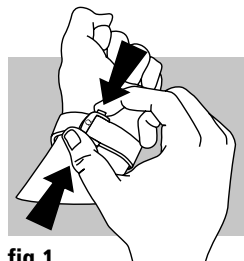
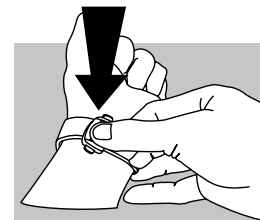

fig.1
fig.2
**Öppning (fig.1):** Tryck på de två tryckknapparna på sidorna av spännet och dra uppåt.
**Stängning (fig.2):** Placera din OMEGA-klocka på handleden och stäng spännet tills du hör ett klick.
**Öppning (fig.1):** Du öppnar spännet genom att trycka in de två tryckknapparna på respektive sida av OMEGA-spännet och dra dem uppåt.
**Stängning:** Placera klockan runt handleden och stäng den vikbara delen av spännet ① 12h. För in änden ② 6h i läderslejfen, och stäng sedan den vikbara delen av spännet 6h tills du hör ett klickljud.
**Längdjustering (fig. 2):** Tryck på tryckknappen "PUSH" i riktning (A) samtidigt som du tippa den för att frigöra änden (B). För in änden i klämman och placera den i önskat justeringsläge (C). Tryck på det rörliga systemet för att låsa det och se till att placera hålet rakt över stiftet för att inte skada änden (D). Prova klockan och upprepa vid behov.
**Öppning (fig. 1):** Tryck på de två tryckknapparna på sidorna av spännet och dra uppåt.
**Stängning (fig. 2):** Sätt din OMEGA-klocka på handleden och fäst spännet tills du hör ett klick.
**Stängning (fig. 2):** Sätt din OMEGA-klocka på handleden, för in remmen inuti glidbanorna och fäst spännet tills du hör ett klick.
**Skruva fast Bullhead-kronan:** För att skruva fast Bullhead-kronan riktar du in kronan så att det svarta märket kommer uppåt (fig. 1) och trycker sedan in och skruvar in kronan 90° (fig. 2).
**För att ta bort ett gummiarmband (fig. 1):** Skjut ner knappen för att ta bort remmen från skänklarna och ta bort den från boetten.
**För att ta bort ett stålarmband (fig. 2):** Tryck på knappen för att ta bort remmen från skänklarna och ta bort den från boetten.